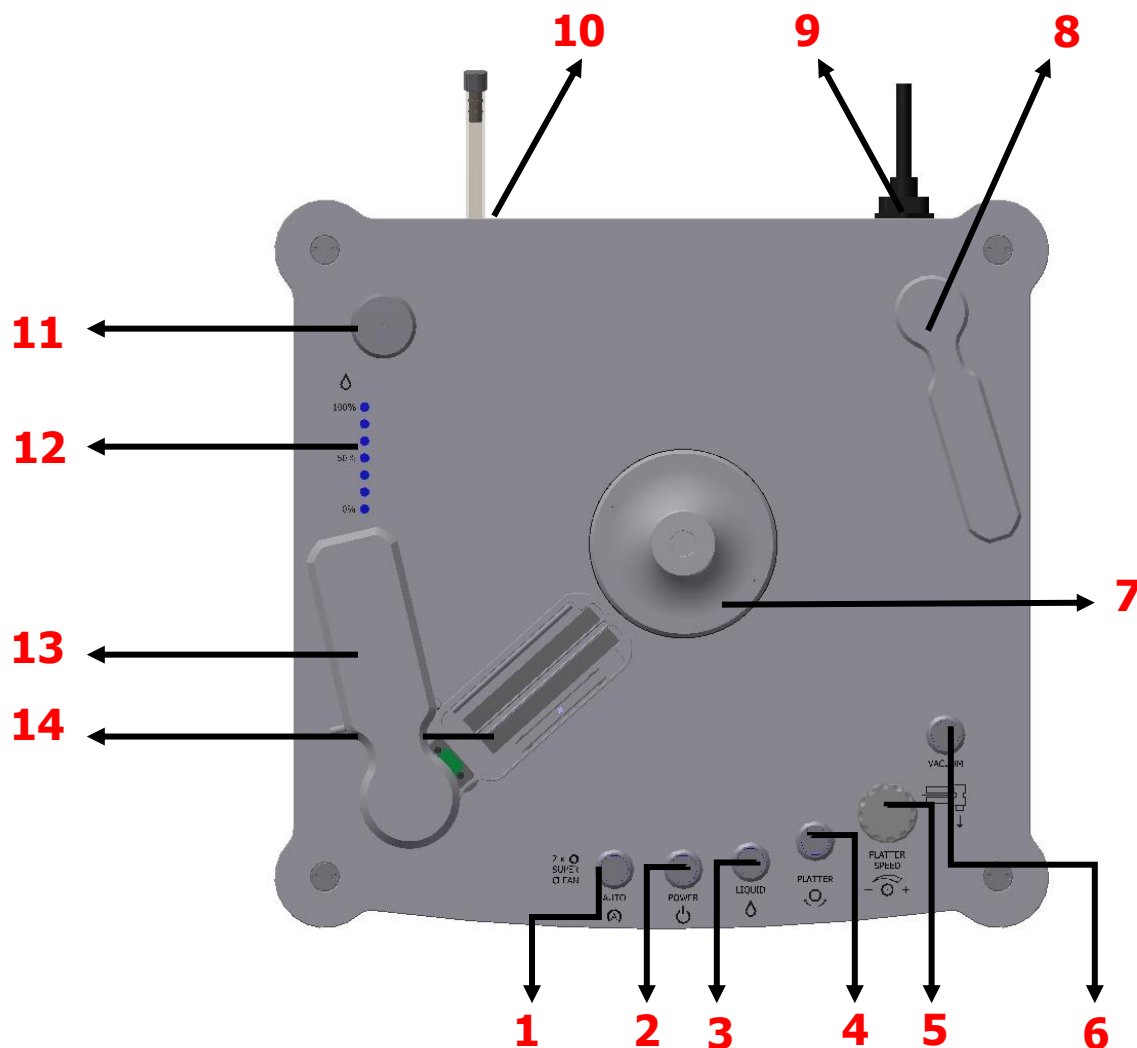

Abb. 2: Ansicht von oben
Setzen Sie den mitgelieferten Trichter in die Einfüllöffnung (siehe Abb. 2, Ziffer 11, Seite 21) und befüllen Sie den Vorratsbehälter mit der mitgelieferten Pure Groove Reinigungsflüssigkeit (max. 0,4 l). Bitte beachten Sie hierbei die LED – Füllstandanzeige.
1. Auf der Geräterückseite finden Sie den Silikonschlauch der etwas herausgezogen werden kann (siehe Abb.2, Ziffer 10, Seite 21).
Wenn die letzte LED (0%) der Füllstandanzeige blinkt (Abb. 2, Ziffer 12, Seite 21) sind die Funktionen „Auto“, „SuperClean“ und im manuellen Modus die Funktion „Liquid“ deaktiviert. Dies schützt die Flüssigkeitspumpe vor Beschädigungen. Sie aktivieren diese Funktionen indem Sie den Vorratsbehälter mit neuer Pure Groove Reinigungsflüssigkeit befüllen.
Bei geöffneter Reinigungs- und Absaugeinheit (Abb. 2, Ziffer 13, Seite 21) sind alle Funktionen deaktiviert.